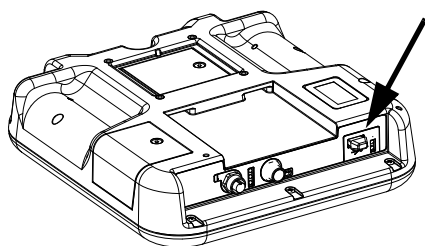

Fig. 42: Puerto USB del módulo ADM
1. Inserte la unidad de memoria USB en el puerto USB (BL). Consulte la FIG. 42 en la página 63.
3. Retire la unidad de memoria USB del puerto USB (BL).